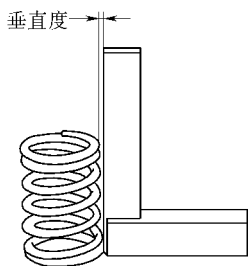

图 1-45 用 90°角尺检查气门弹簧垂直度误差
1) 使用 90°角尺检查气门弹簧的垂直度误差，如图 1-45 所示。